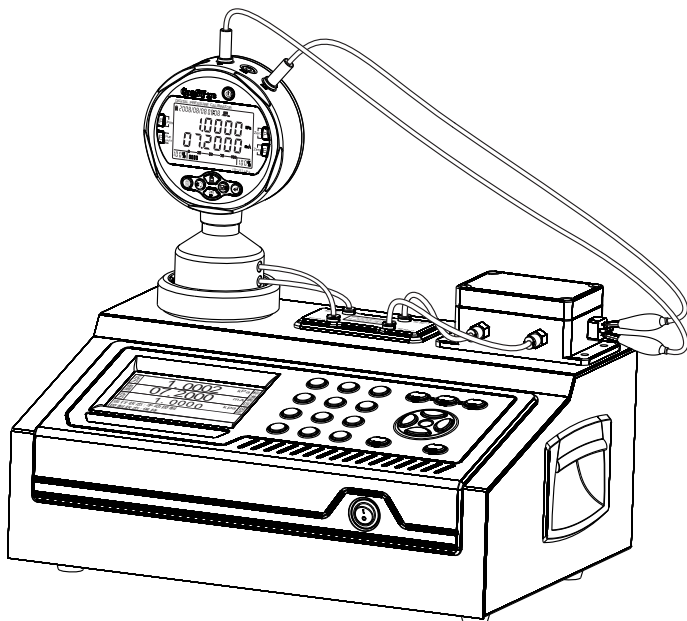

图11-2-2 检定两线制压力变送器
- ① 打开智能微压发生器，并连接好标准表，使之处于准备工作状态。
- ② 把智能微压发生器与计算机通过串口线连接起来，打开计算机，并启动压力自动检定软件。
- ③ 如果被检表已经贴有上次送检时贴的二维码，使用扫描枪读入被检表信息，软件会自动调出数据库中有关于本表以往的检定信息：包括准确度等级、量程信息、上次的检定点及检定点数等相关信息。
- ④ 如图11-2-2所示连接好被检表，标准表的DC24V正端接被检表的正端，电流测量的正端接被检表的负端。
- ⑤ 启动检定过程，系统会根据检定规程的要求，进行检定。
- ⑥ 检定过程结束，拆被检表，换另外一块。